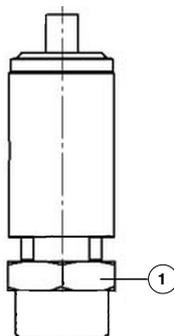
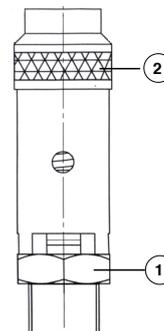

Рис. 76: Предохранительный клапан с разъемом 1/4"
Рис. 77: Предохранительный клапан с разъемом 1/2"
2. Откройте предохранительный клапан на несколько секунд, повернув гайку с накаткой (см. поз. 2, Рис. 77 на стр. 82) против часовой стрелки. Во время данного процесса открывается затвор предохранительного клапана, за счет чего должен стравиться воздух.
1. Установите на плоскости под ключ рожковый ключ (см. поз. 1, Рис. 76 на стр. 82 и Рис. 77 на стр. 82) и поворотом влево выкрутите предохранительный клапан.